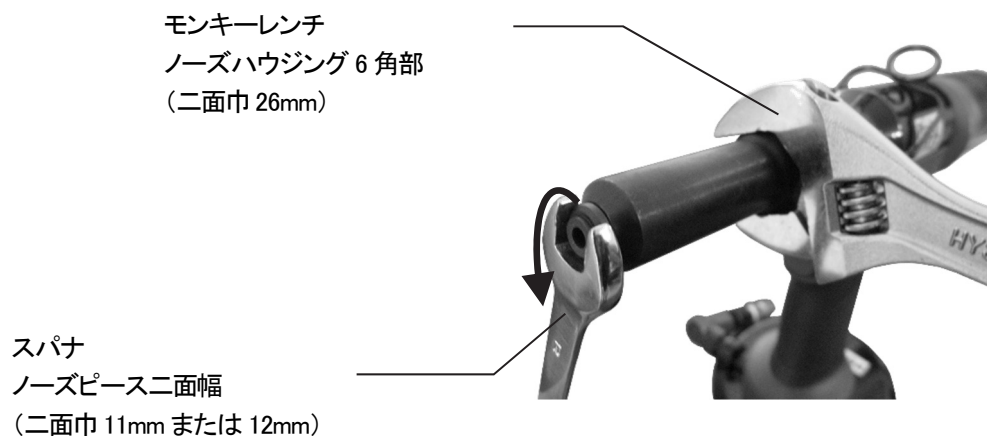

図 8-4
- 1) ノーズハウジング 6 角部をレンチ及びスパナで固定し、スパナでノーズピースをノーズハウジングから取り外してください(図 8-4)